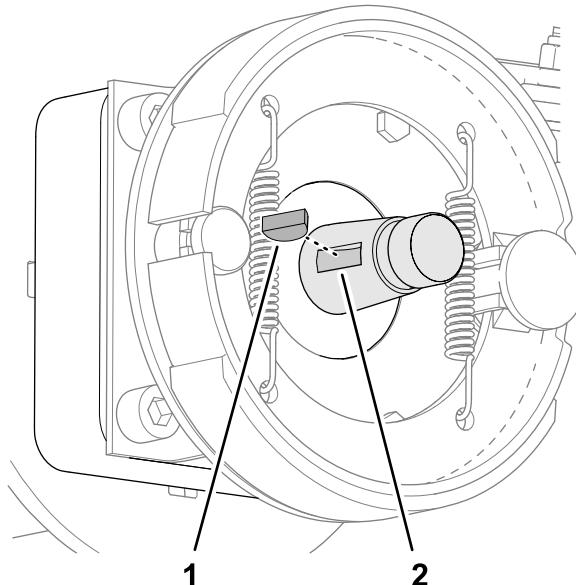

Figure 66
- Retirez la clavette demi-lune de l'arbre du moteur de roue (Figure 66).